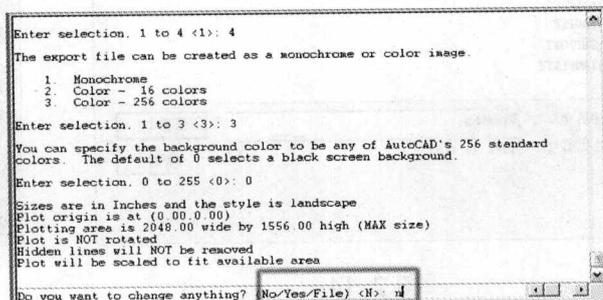

图 2-9
(8) 在如图 2-9 所示的文字窗口中会弹出“Do you want to change anything?”信息行问是否改变设置, 在信息行后输入“N”, 然后按【回车】键确定。